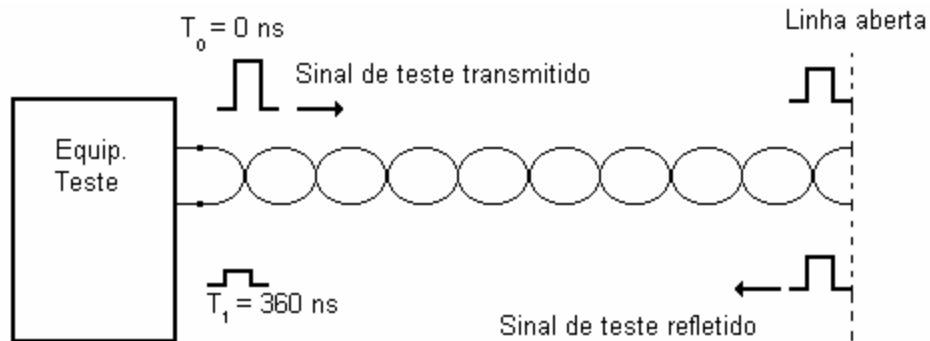

Figura 1 – Medição do comprimento de um segmento de cabo
Em sistemas de cabeamento estruturado o uso de um valor adequado (preciso) da NVP para um dado cabo sob teste nos permite obter valores de comprimentos “medidos” mais precisos também. É importante lembrar que os equipamentos de testes de campo não medem o comprimento do enlace ou canal sob teste. Na verdade, estes equipamentos calculam o comprimento a partir da medição do tempo de ida e volta (reflexão) de um sinal de teste e da NVP do cabo em questão. A figura 1 ilustra o processo de medição do comprimento de um segmento de cabo utilizado nos equipamentos de testes de campo.
- ser refletido mantendo a fase original se a linha estiver aberta (Figura 1);